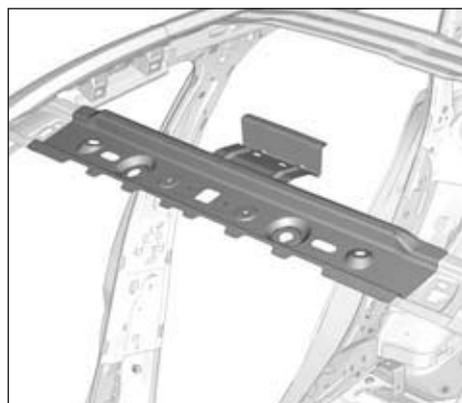

FIG.106
- Respecter la position de la pièce (Fig.106).